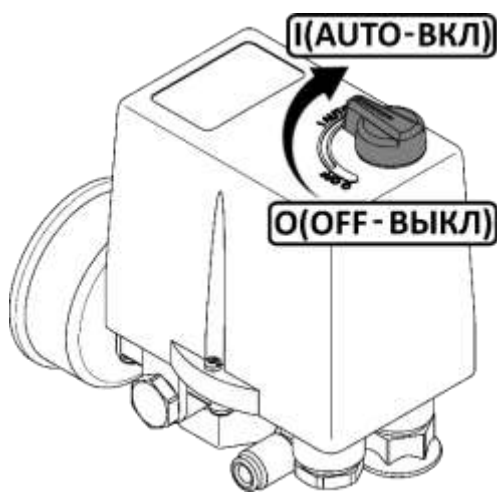

Рисунок 3
- Проверьте, чтобы выключатель на реле давления находился в выключенном положении "O" или "OFF", в зависимости от исполнения (рисунок 3).
- Выключить компрессор выключателем **3** на реле давления (рис. 4-5). Для этого необходимо переключить выключатель в положение "О" или "OFF", в зависимости от исполнения (рис. 3). После этого остановится электродвигатель и произойдет сброс давления из нагнетательного воздухопровода и поршневого блока.
- Переключите выключатель **3** на реле давления в положение "**О**" или "**OFF**", в зависимости от исполнения (рисунок 3).